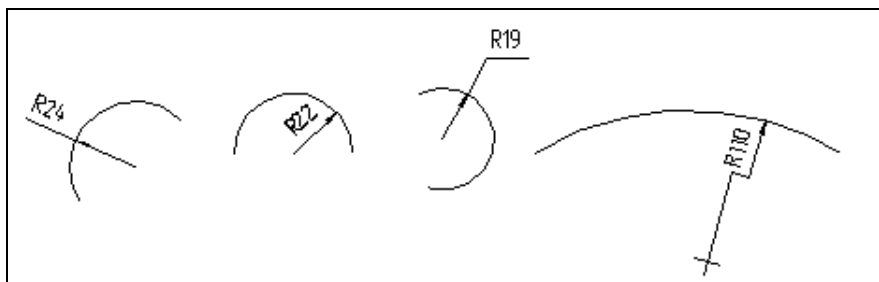

Рис. 11.24. Варианты построения радиальных размеров
- ♦ щелкните ЛК мыши в точке **p1** положения размерной надписи. Радиальный размер от центра построен. Варианты построения радиальных размеров показаны на рис. 11.24.